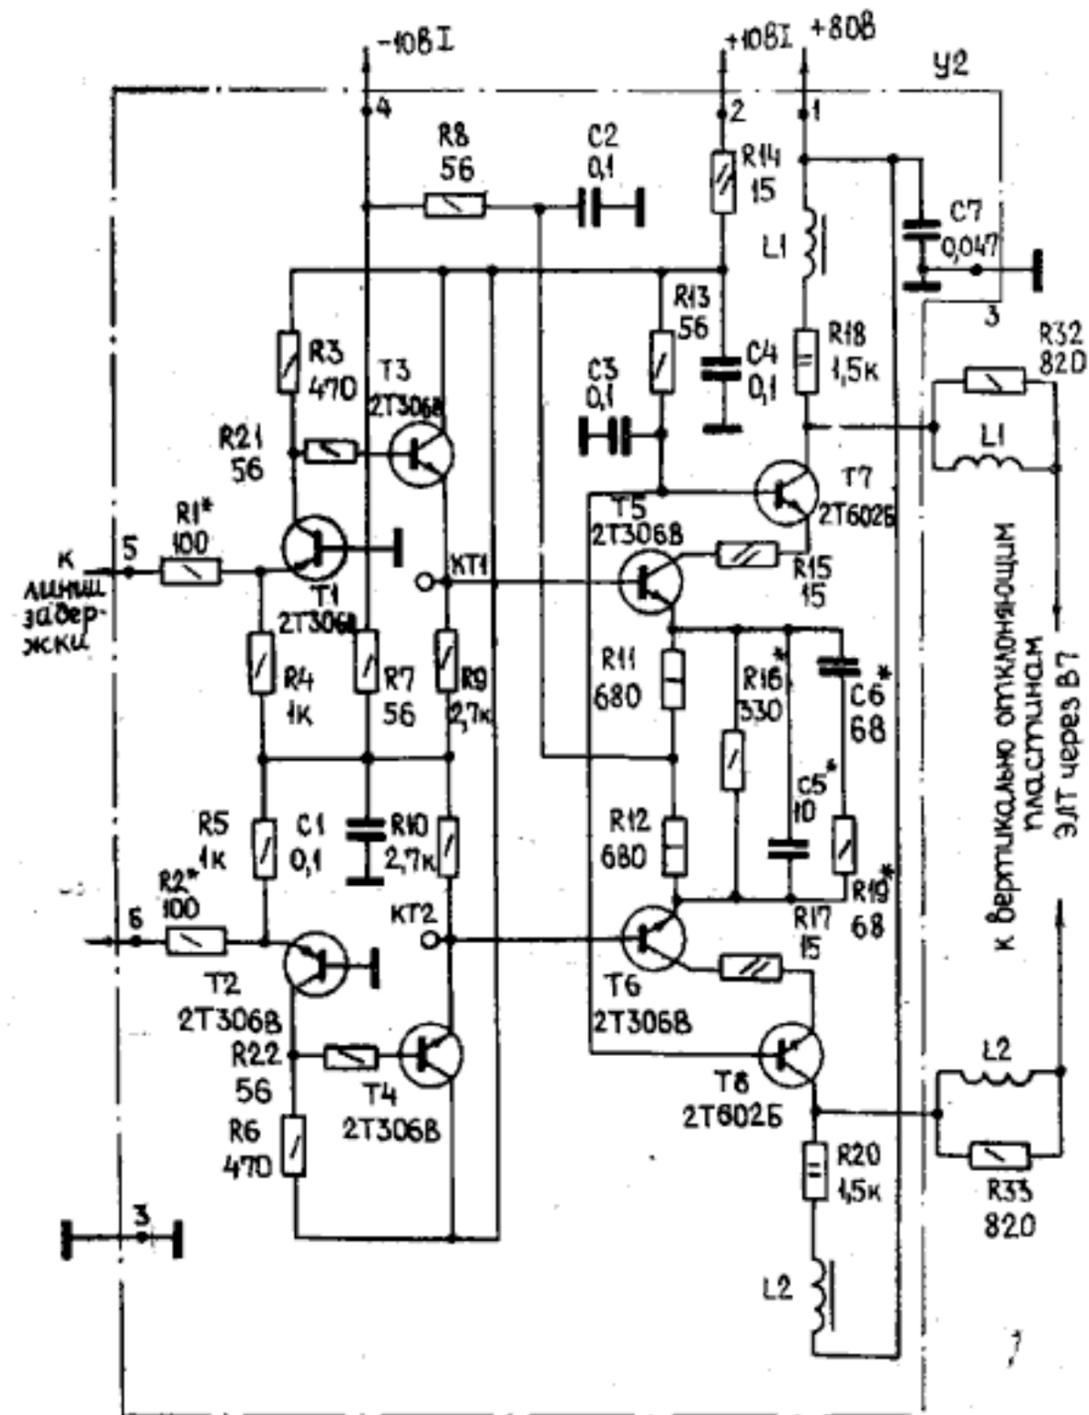

Рис. 4. Оконечный усилитель вертикального отклонения.
5.2.4. Входной каскад оконечного усилителя (рис. 4) выполнен по схеме с общей базой на транзисторах T1 и T2, т. к. входное сопротивление такого каскада минимальное и согласование линии со стороны выхода определяется в основном только активным сопротивлением (R1, R2). Кроме этих свойств каскад с ОБ позволяет получить усиление по напряжению. С выхода каскада с ОБ сигнал поступает на эмиттерные повторители T3, T4, а затем на выходной каскад.